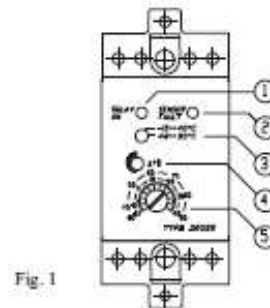

Fig. 1
Termostatsens reläkontakt växlar när temperaturen vid givaren sjunker under inställt värde. Indikeras av LED ①. När temperaturen uppnår inställt värde slocknar LED. Se fig 1.